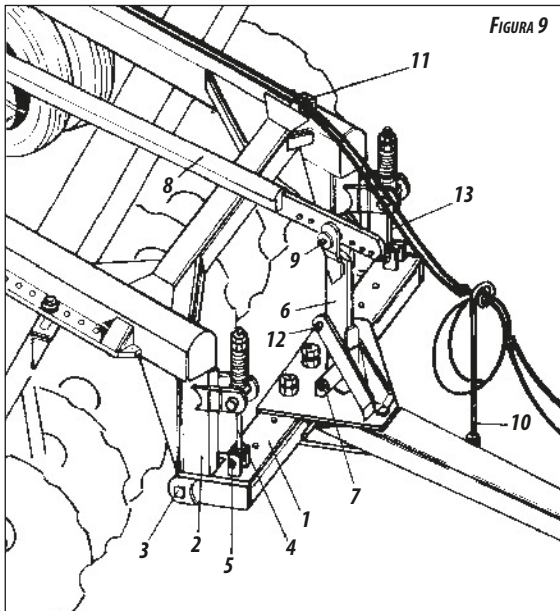

FIGURA 9
- Fijar el cabezal de enganche completo (1) *figura 9* en la armación (2) con los tornillos y tuercas (3).
- Introducir la varilla estabilizadora completa (4) entre las chapas del cuerpo principal, fijar la parte inferior de la varilla en la barra transversal a través del tornillo (5).
- Colocar el soporte de la barra estabilizadora (6), en la chapa superior del cabezal con el tornillo (7). Acoplar la parte frontal de la barra estabilizadora (8) en el soporte a través del perno (9).
- Fijar el soporte de las mangueras (10), en el cabezal de enganche, e introducir las mangueras por el agujero del mismo.
- Poner el seguro de las mangueras (11), en el cuerpo principal de acuerdo a la *figura 9*.
- El perno (12), solo debe ser utilizado para auxiliar el enganche de la rastra en la barra de tracción del tractor. Colocar el perno (12) y accionar las llantas, de esta manera el enganche va a levantarse auxiliando el enganche de la rastra.